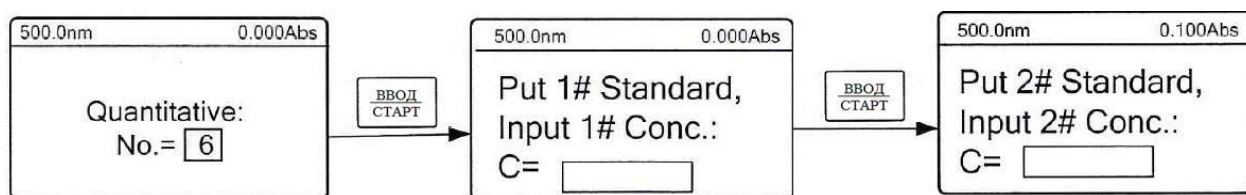

Рисунок 17. Окно ввода значений концентраций стандартных образцов
2.4.2.4. На дисплее отобразится окно для ввода концентраций стандартных образцов (Рисунок 17). Установите «холостую» пробу в дальнюю от пользователя ячейку, а стандартный раствор в одну из свободных ячеек. Расположите на пути светового пучка «холостую» пробу и проведите калибровку нажатием кнопки «НОЛЬ», при этом текущее значение оптической плотности, отображаемое в верхнем правом углу дисплея, должно показывать значение «0.000Abs».